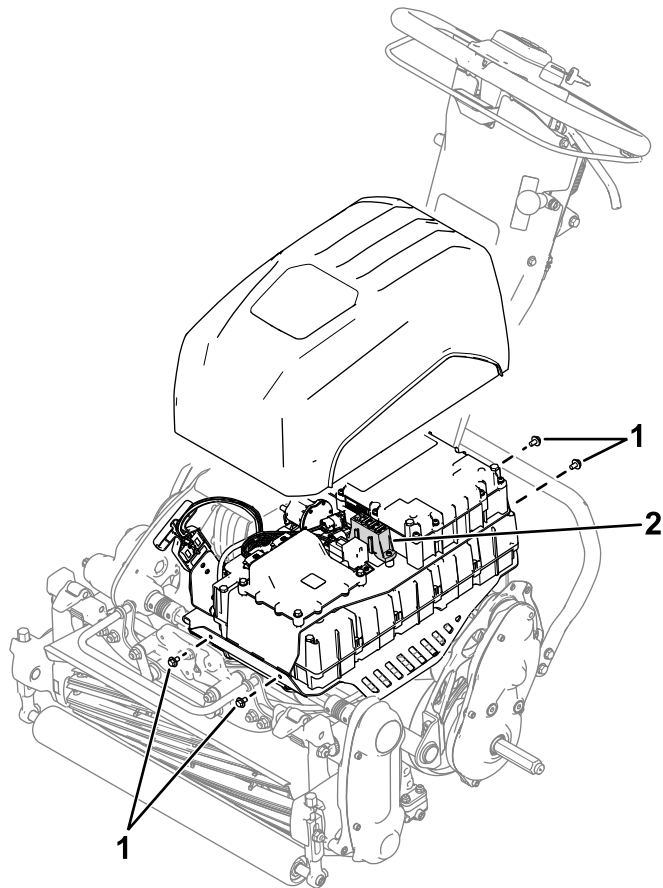

図 21
2. バッテリーパックカバーを固定しているネジ4本(図21)を外し、カバーを取り外す。